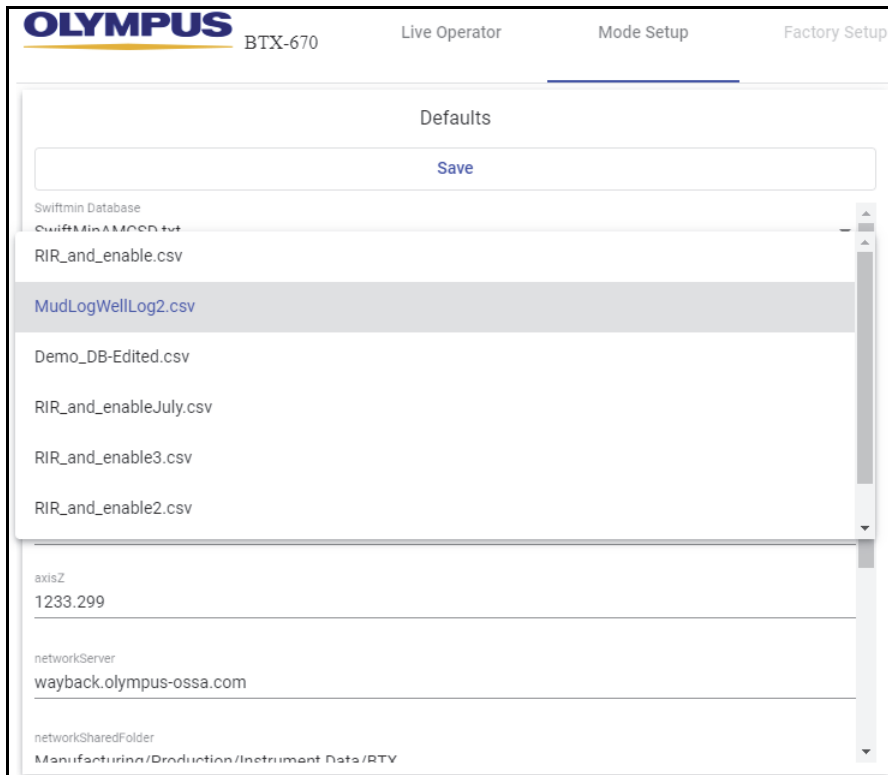

Abbildung 5-11 Ändern der Standarddatenbank
1. Wählen Sie eine Standarddatenbank und dann eine andere Datenbank aus (Abbildung 5-11 auf Seite 83).